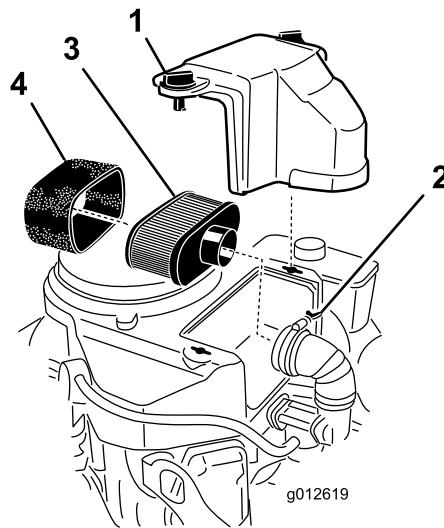

Figura 23
3. Limpie la zona alrededor del limpiador de aire para evitar que entre suciedad en el motor y cause daños (Figura 23).
4. Desenrosque los pomos de la tapa y retire la tapa del limpiador de aire (Figura 23).
5. Desenrosque la abrazadera y retire el conjunto del limpiador de aire (Figura 23).
6. Retire cuidadosamente el filtro de gomaespuma del filtro de papel (Figura 23).
**Importante:** No limpie el filtro de papel, cámbielo (Figura 23)
1. Deslice cuidadosamente el elemento de espuma sobre el elemento de papel del limpiador de aire (Figura 23).
- Coloque el conjunto del limpiador de aire sobre la base del limpiador de aire y fíjelo con 2 tuercas de orejeta (Figura 23).
- Coloque la cubierta del limpiador de aire y apriete el pomo de la cubierta (Figura 23).